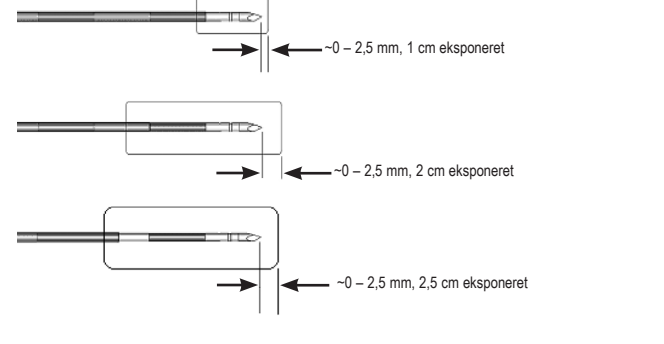

Fig. 2: Ablationvækst
- Anbring instrumentet i málvævet vha. billedstyring (f.eks. ultralyd, CT). Trokarspidsen skal placeres ved den distale læsionskant. 1 cm markeringerne på trokaren kan benyttes som hjælp til placering af instrumentet. Bemærk: Ablationen går ud over trokarspidsen, som vist i fig. 2.
NB: De ablatie ontwikkelt zich achter de trocart-tip zoals te zien is in afb. 2.